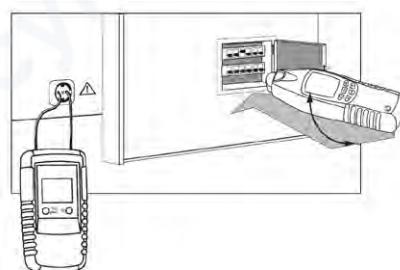

Рис. 16
- Подключите передатчик к электрической сети как показано на рис. 16.